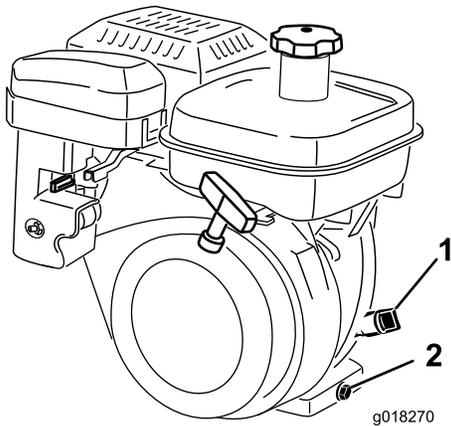

图34
3. 清洁量油尺周围的区域 图34
4. 逆时针旋转量油尺然后将其取出 (图34)。
2. 在机器后部的排油塞下放置一个放油盘 (图34)。拧松排油塞。